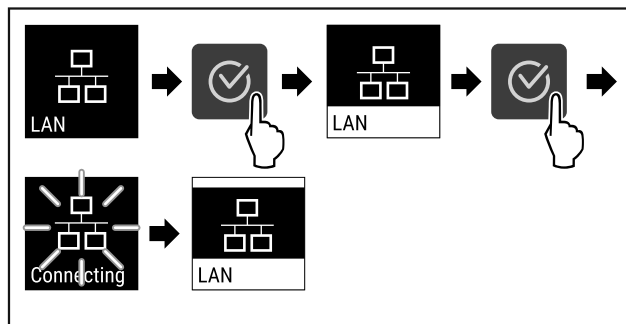

Fig. 90
- ▶ Handlungsschritte (siehe Fig. 90) durchführen.